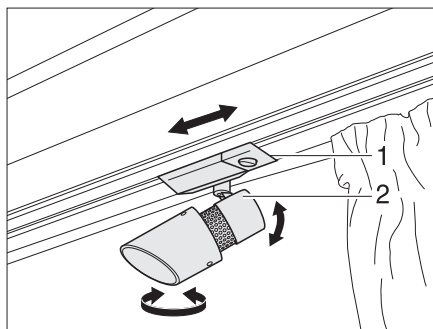

Fig. 84 Spot
- Saisir le boîtier (Fig. 84,2) et le tourner.
- Saisir le support (Fig. 84,1).